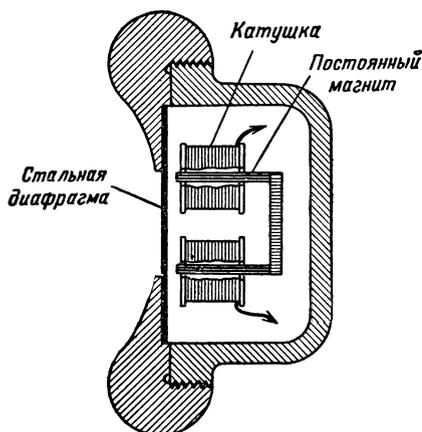

Рис. VI.56. Конструкция телефона.
**Использование головного телефона с диодом.** По своей конструкции головной телефон во многом аналогичен трубке телефонного аппарата (рис. VI.56). Тонкая металлическая мембрана притягивается постоянным магнитом. Две электромагнитные катушки установлены так, что при прохождении через них меняющегося по величине тока они заставляют мембрану колебаться.